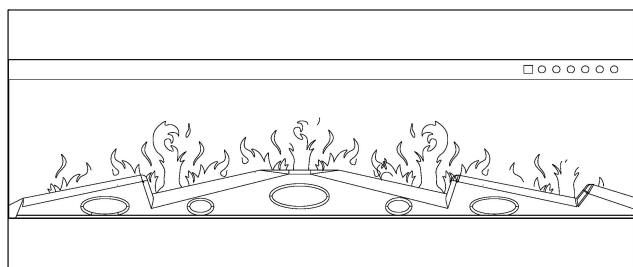

Abbildung 1
C. Legen Sie das Gehäuse mit der Front auf eine weiche, nicht scheuernde Oberfläche. Entfernen Sie die Halterung an der Rückseite des Gerätes, indem Sie die Schrauben lösen, siehe Abbildung 1.
- B.** Wenn Ihr Kamin mit einem Protokollsatz geliefert wird, nehmen Sie den Protokollsatz aus der Verpackung und legen Sie ihn in den Medienschlitz des Kamins. **Abbildung 1.**